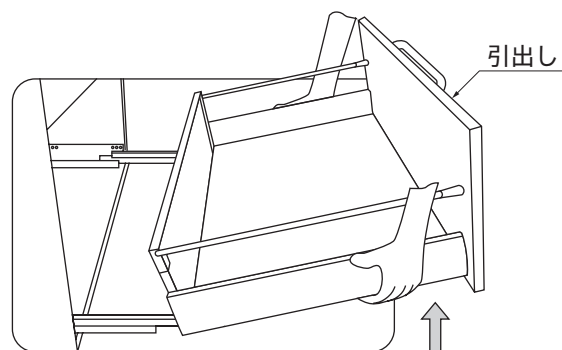

図1
- ・引出しレールをいっぱいまで引出してください。（図1）
- ・ダストボックスを引出しレールのツメに入れ固定します。ツメに入れる際は、ツメを支点に2 cm程ダストボックスの手前側を上げた状態にし、ツメに入れた後に手前側を下げてください。(図1参照)
- ・クロスギャラリーのネジをゆるめます。(図1)
- ・クロスギャラリーのネジを締めます。(図1)